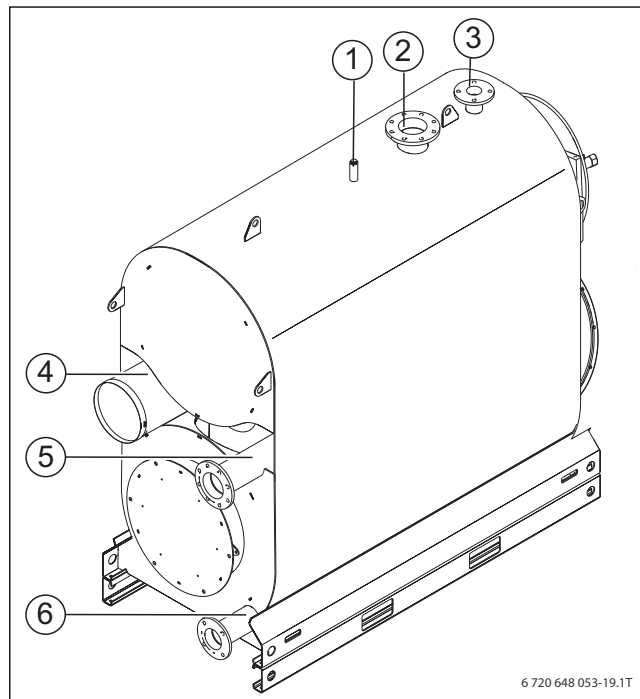

Рис. 15 Подключение котла
- Подсоедините предохранительный клапан к штуцеру подключения предохранительной подающей линии (VSL) (→ рис. 15, [3], стр. 20). В открытых системах к штуцеру (VSL) подключается предохранительная подающая линия.